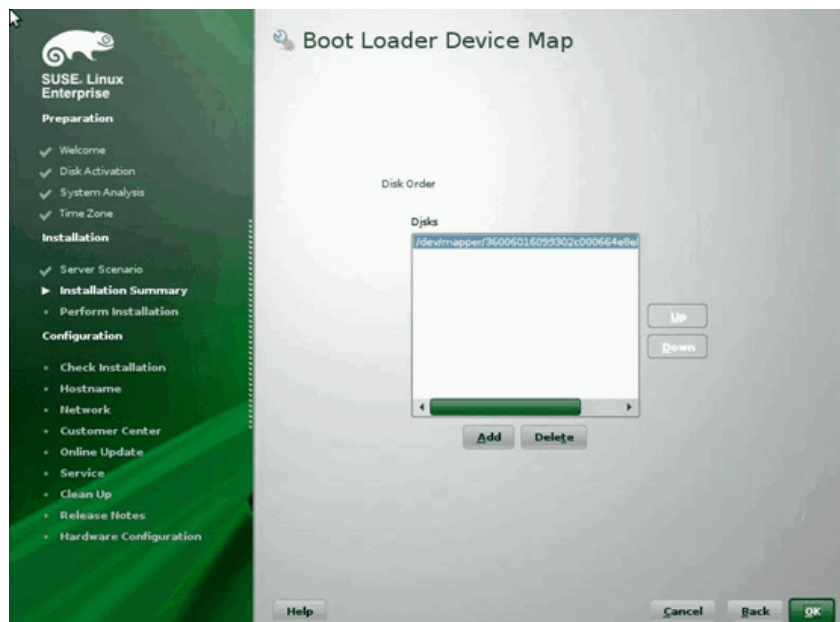

図 14-20. ブートローダデバイスマップ
13. **Boot Loader Installation** (ブートローダインストール) タブをクリックしてから、**Boot Loader Installation Details** (ブートローダインストールの詳細) を選択します。ここに 1 つのブートローダエントリがあることを確認します。冗長なエントリはすべて削除します (図 14-20)。